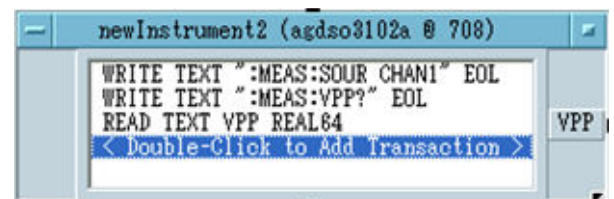

図5-11 オシロスコープの設定
- (1) 5-2節で述べたようにメニューバーより、[I/O]→[InstrumentManager]より、今度はデジタルオシロスコープを選択して”Direct I/O”ボタンをクリックする。画面上の適当な場所でクリックすると、デジタルオシロスコープの”newInstrument”オブジェクトが現れる。
- (2) 測定するために図5-11のように設定する。命令は